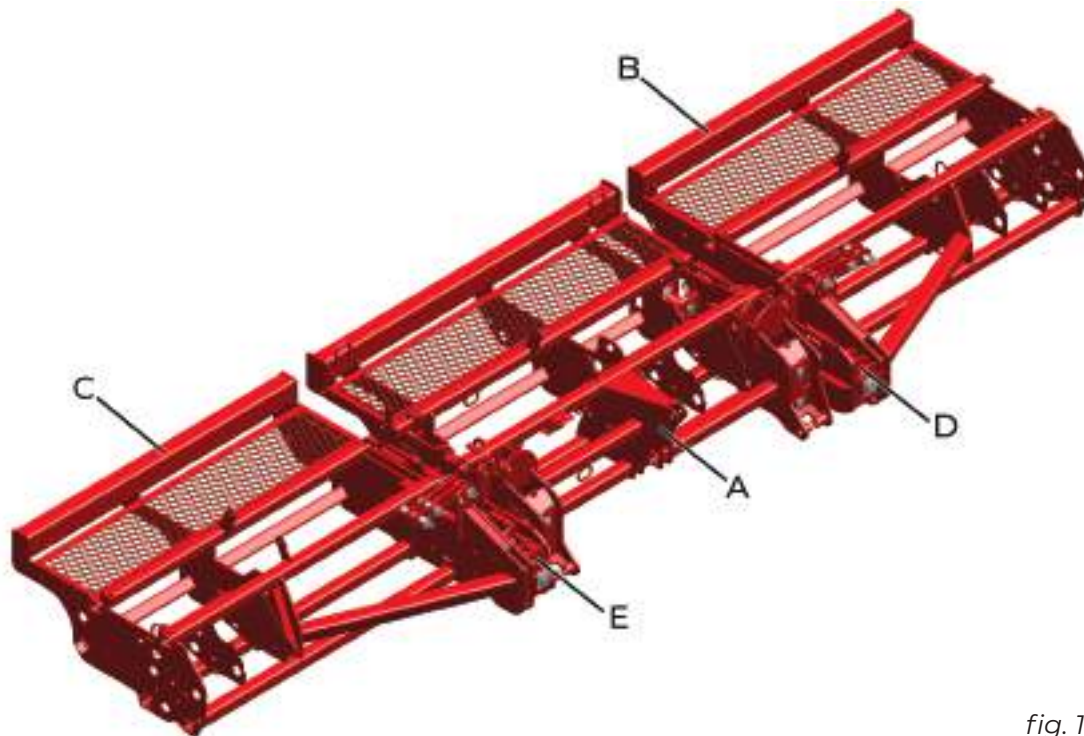

fig. 141
Os articuladores (D-E) permitem que o implemento trabalhe em terrenos pouco acidentados e com desníveis, dentro do seu ângulo limite de articulação, que é de 10° para cima e 10° para baixo. O chassi esquerdo (B) e o direito (C) são articuláveis e o central (A) é fixo (fig. 141).